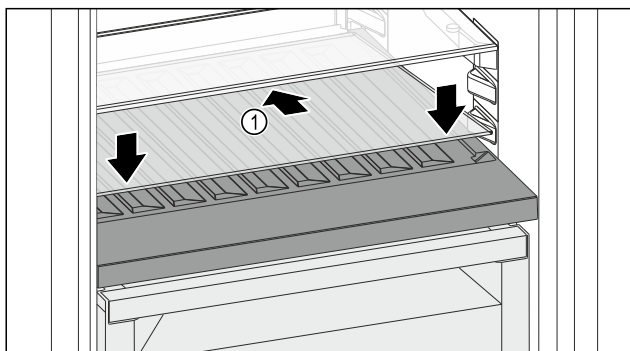

Fig. 158
- Поставете стъклената плоча Fig. 158 (1) косо и наклонена назад надолу.
- Спуснете стъклената плоча Fig. 158 (1) отпред.